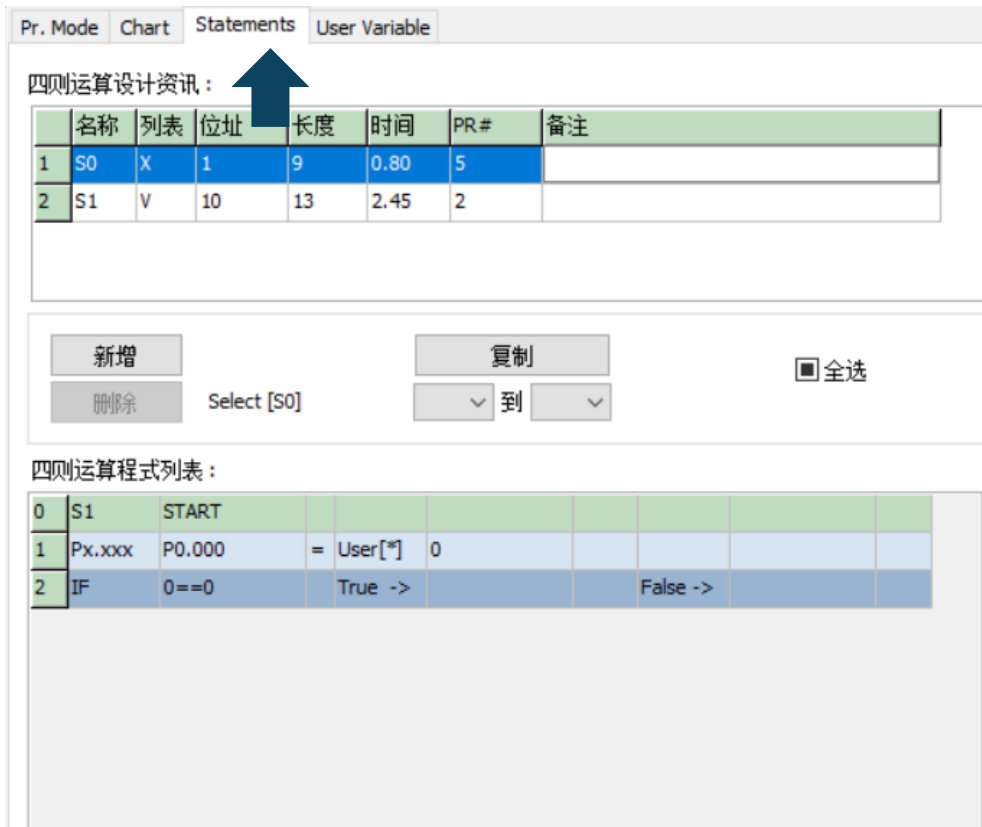

图 7.1.3.7.2 ASDA-Soft 基础数值运算表示式管理接口
3. 语句区：此区包含表示式(Statement)及内存容量，表示式用以储存运算区与程序设定区的相关数据，同一表示式的运算区与程序设定区的数据必相同，且可供多个PR 程序共用。若运算区或程序设定区的数据不同，则将储存于其他表示式中。各个表示式所需的运行时间显示于花费时间栏中，总容量为伺服驱动器的内存容量，超过上限则无法使用基础数值运算的功能。表示式管理接口如图 7.1.3.7.2，上方显示全部的表示式，下方则可以显示各表示式中的运算与程序设定。